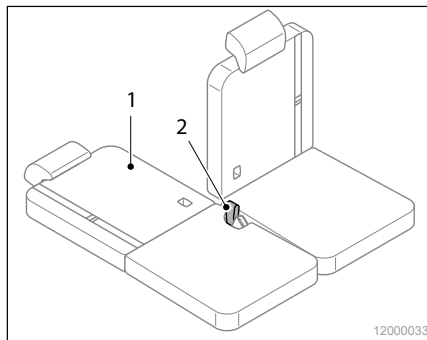

Abb. 6 Rückenlehnen verstellen
- ▶ Die Rückenlehnen werden einzeln durch Ziehen der jeweiligen Schlaufe (Abb. 6/2) entriegelt und lassen sich dann im Winkel verstellen oder komplett nach hinten abklappen (Abb. 6/1).